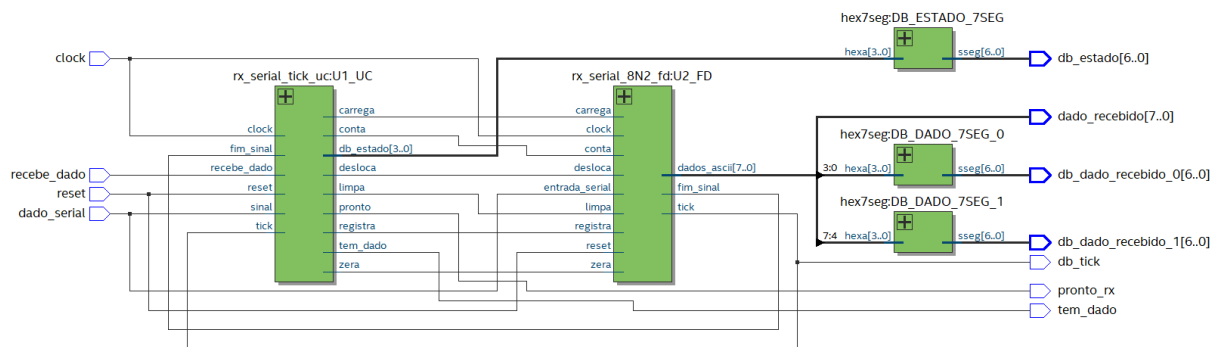

Figura 4: Diagrama de blocos geral do circuito
m) **Inicialmente, realizaremos testes do circuito com auxílio do Analog Discovery. A entrada de dados seriais deverá ser gerada a partir da ferramenta Protocol (Analisador de Protocolos) configurada para o protocolo RS232C com comunicação em 8N2 na aba UART da ferramenta. O caractere ASCII a ser enviado deverá ser digitado no campo de transmissão (TX) e será transmitido ao pressionar o botão Send, conforme a figura 4 abaixo.**